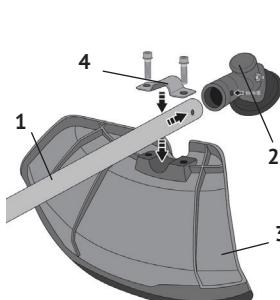

рис.4
6.3 Установка редуктора и защитного кожуха . Вставить штангу (рис.4 поз.1) с валом в отверстие редуктора (рис.4 поз.2); совместив крепёжные отверстия кожуха (рис.4 поз.3) с отверстиями хомута крепления (рис.4 поз.4), соединить их винтами. Затянуть винты крепления шестигранным ключом.